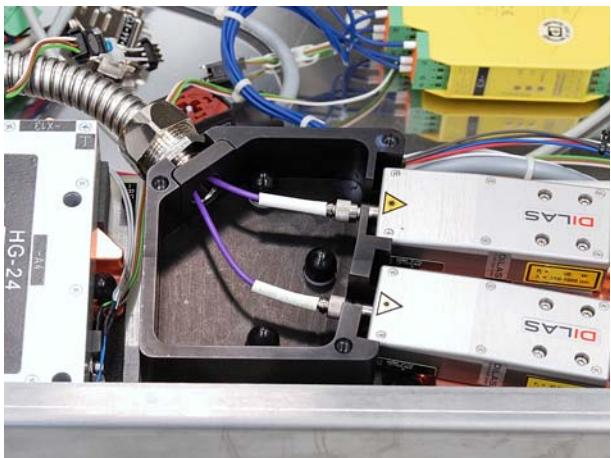

Abbildung 7.114 Glasfaser anschließen
13. Staubschutzkappen vom Diodenmodul und der Glasfaserleitung entfernen und Glasfaser anschließen (Abbildung 7.114).